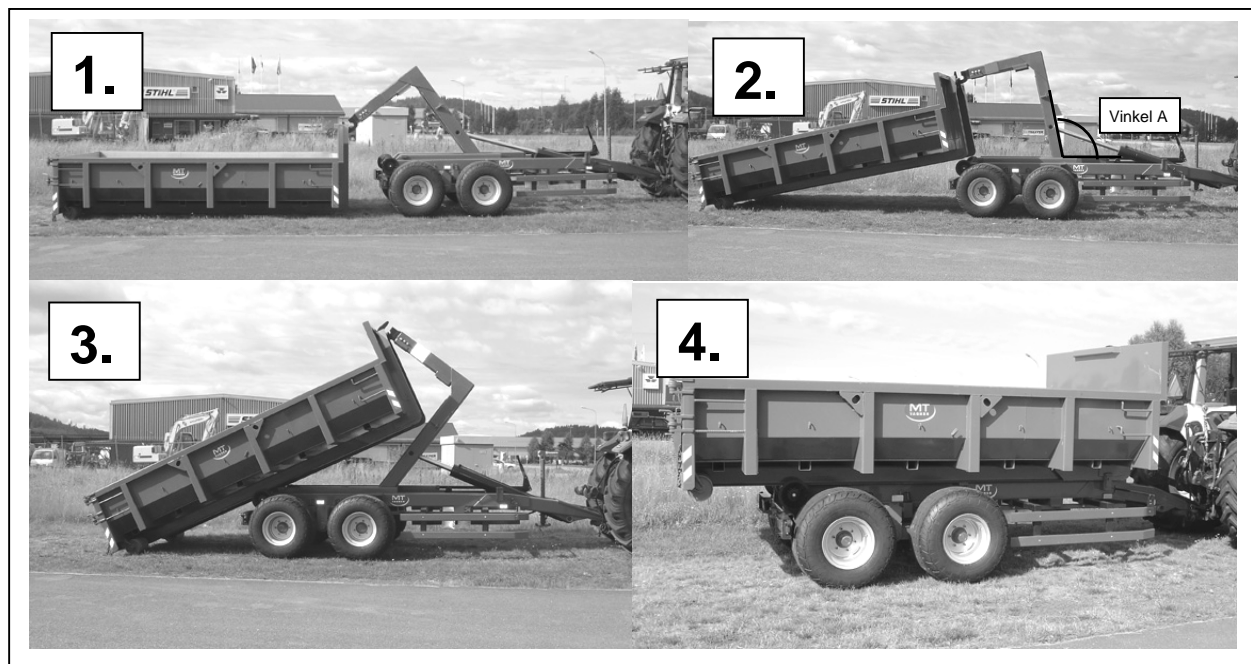

Bild 8 – Att dra upp ett flak på växlarevagnen (Bilderna visar växling av flak på MT8-12).
4. Backa vagnen rakt mot flaket, kroka fast flaket och lyft upp en liten bit (Bild 8, Pos. 1).
5. Börja att dra upp flaket (Bild 8, Pos. 2), underlag, lutning och markförhållanden får avgöra om traktorn ska bromsas eller följa med bakåt när flaket dras upp. Prova Er fram för att fastställa lämpligast metod, egen erfarenhet är ofta bäst.
6. När krokarmen (ram III) står ca. 90-120° (Vinkel A, pos. 2, bild 8) från huvudramen kan tornet vikas nedåt för att på så sätt minska växlingsvinkeln på flaket. Vik inte tornet mer än nödvändigt, akta så att inte främre delen av flakets ram fastnar eller stöter i lastväxlaren.
7. Kontrollera under tiden att flaket hamnar rätt på chassit, kontrollera att de bakre låshakarna inte bryter fast i ramen på flaket. (Bild 8, Pos. 3).
8. När krokarmen (ram III) står ca. 30-40° (Vinkel A, pos. 2, bild 8) från huvudramen kan tornet börja vikas tillbaka mot parkeringsläge.
10. Sänk ned och parkera armen i sitt nedre läge (Bild 8, Pos. 4).